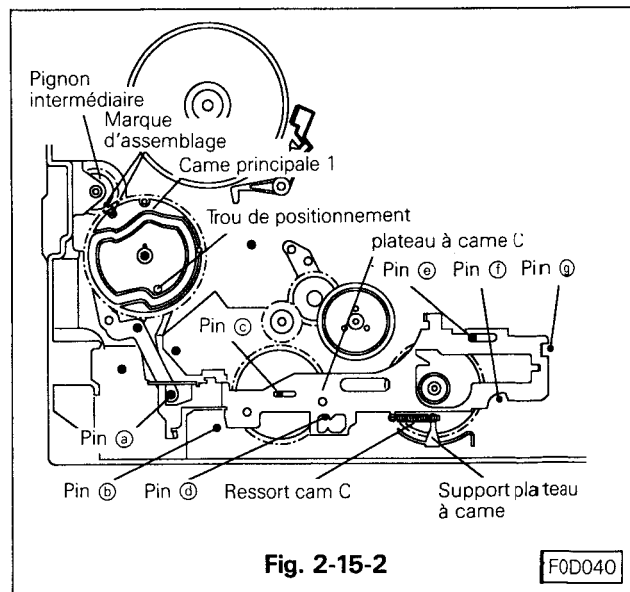

Fig. 2-15-2
- Garder immobile les leviers RS et C. Monter le pignon 1 sur son axe avec son trou de positionnement aligné avec la marque de positionnement du pignon intermédiaire et avec le trou de positionnement de la platine principale. (Voir Fig. 2-15-2)
- Monter le circlip sur le pivot C comme indiqué sur la Fig. 2-15-2 et installer le plateau à came c en le positionnant par rapport aux pivots ① à ⑥.